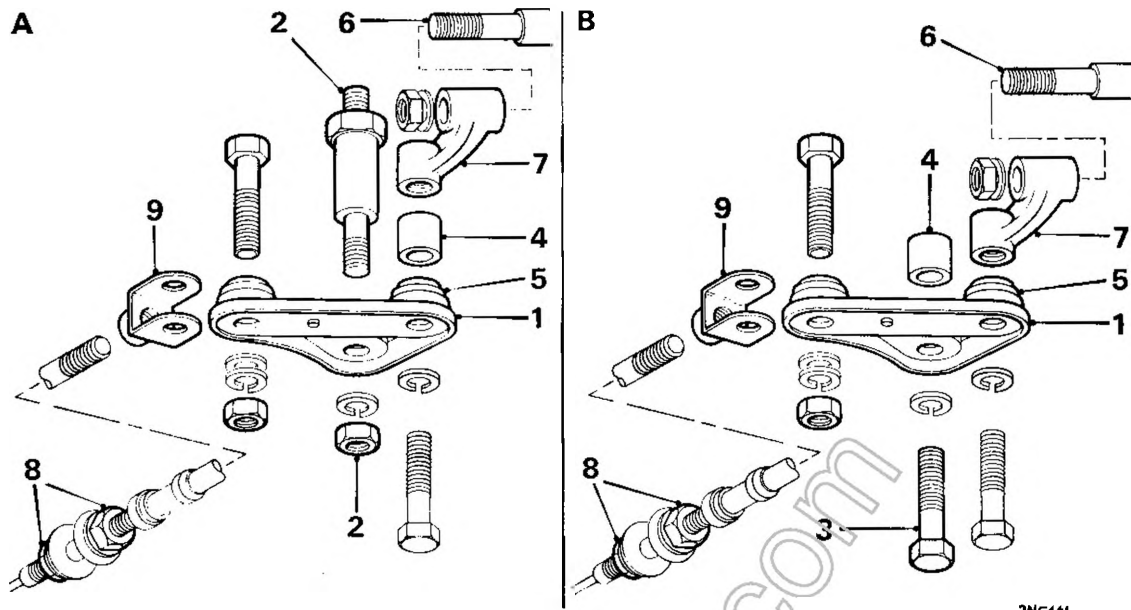

Fig. Fa. 1
1. Assicurarsi che il freno a mano sia tirato, quindi avviare il motore. Spostare la leva selettoria alla posizione di "R" e controllare che sia ora innestata la retromarcia. Muovere ora leggermente la leva verso la posizione "N" assicurandosi quindi che la marcia in questione venga disinnestata poco prima o non appena la suddetta leva raggiunge la posizione "N" sulla plancia. Ripetere questa procedura nella posizione di prima marcia "1". Se risultasse necessario apportare modifiche, procedere come dettagliato qui di seguito e far riferimento alla Fig. Fa. 1 qui seguente.
b) Modelli più recenti: Su quei modelli dotati di leva a squadra dal gioco minimo, la procedura di regolazione è identica a quella sopra descritta: osservare però che la forcella del cavo deve essere in linea con il foro del giunto sferico nella leva a squadra fino a quando sia possibile inserire il bullone con facilità (vedi figura Fa. 1 qui sopra).